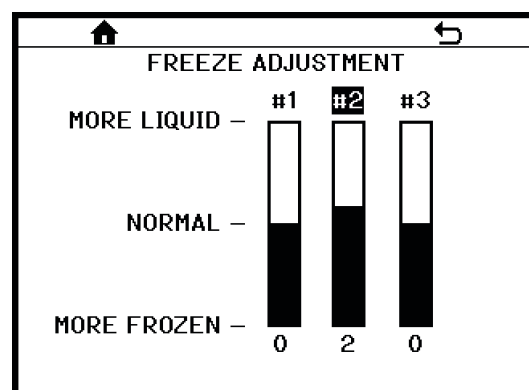

Figure 7.22
**RÉGLAGE DE LA CONGÉLATION** (Figure 7.22) - Ce réglage permet à l'agent de service de rendre la boisson plus liquide ou plus congelée.